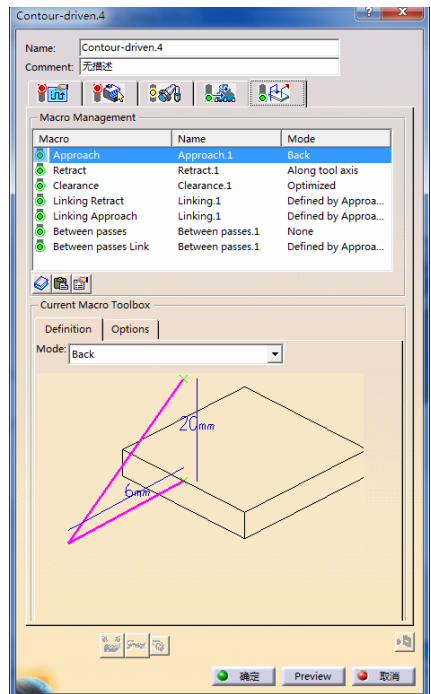

图 2-118 进刀、退刀参数选项卡 (6)
单击 “Contour-driven.x” 对话框中的  按钮, 切换到进刀、退刀参数选项卡 (6), 如图 2-118 所示。